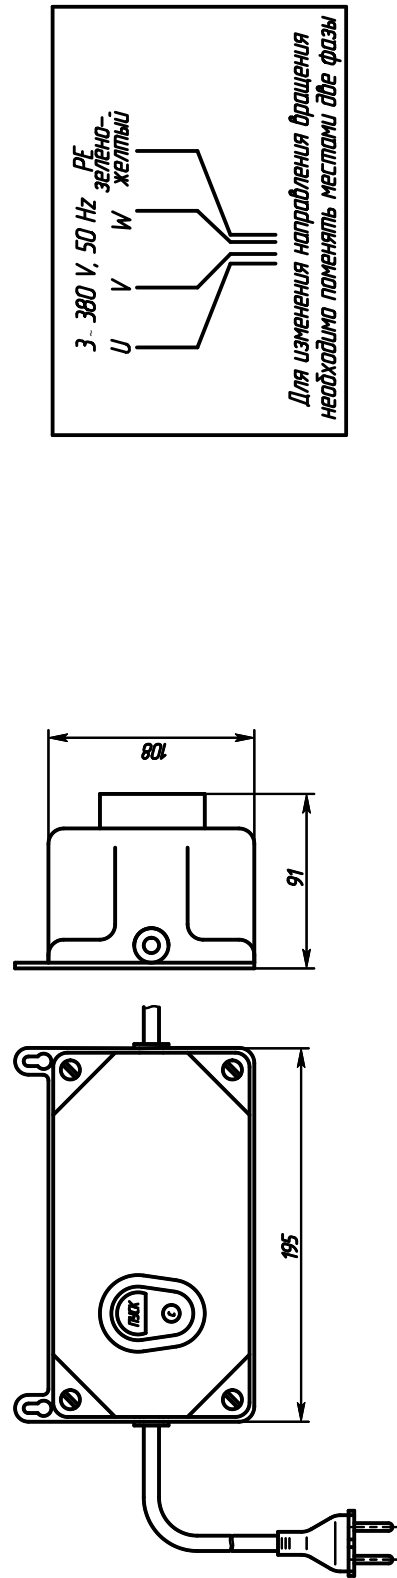

Рисунок 1 – Устройство электронасоса НИБ.
1.5.2 На электронасосе направление вращения ротора обозначено стрелкой на фонаре 4 (рис.1).